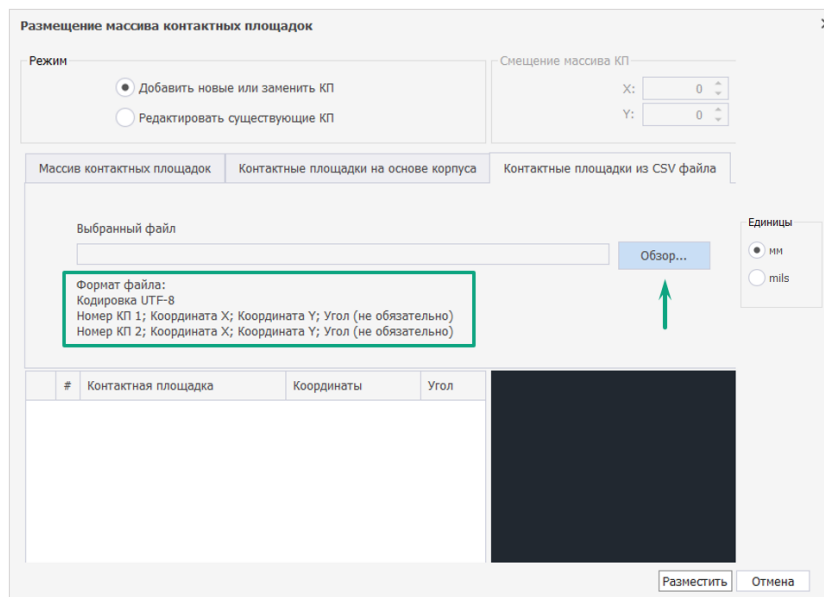

Рис. 101 Переход к выбору csv –файла
2. Нажать на кнопку «Обзор», чтобы выбрать csv - файл для загрузки элементов массива, см. Рис. 101.